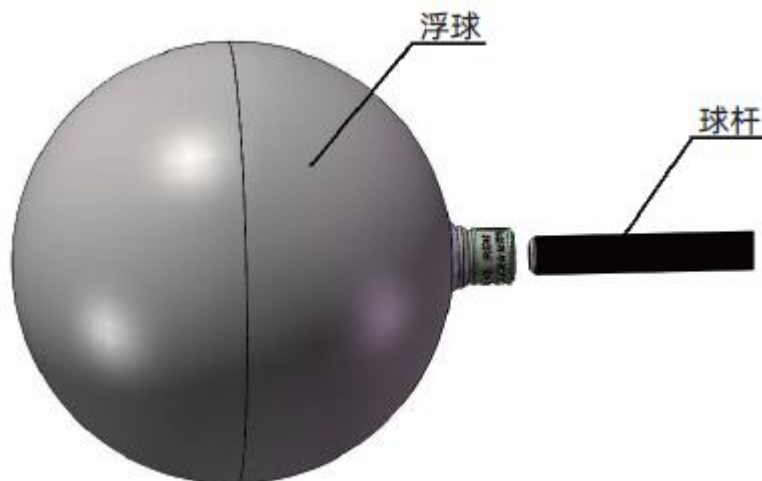

图 7 浮球安装
6.3.2 对于 91 型大转角浮球的安装，将球杆旋于摆臂前端的螺纹孔内，将顶丝顶进球杆端部的环形凹槽内拧紧，如图 7 所示。